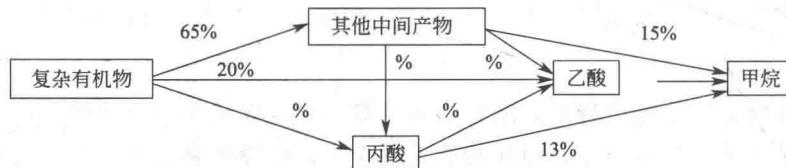

图 1-1 有机物厌氧分解甲烷形成来源
(1) 生物膜成熟的标志是什么?
(2) 污水中大量繁殖的微生物群体凝聚而成的黄色或褐色絮状泥团有很强的吸附和氧化分解有机物的能力称为“活性污泥”。其主要组成部分是什么?各自的特点有哪些?
(3) 在污泥消化过程中, 约 72% 的甲烷是由乙酸裂解的甲烷菌产生的; 其余的 28% 则是由减少 CO₂ 的甲烷菌产生的, 其中 13% 从丙酸中产生, 15% 从其他中间产物产生, 请填写“有机物厌氧分解甲烷形成来源”图 1-1 中箭头上的数字。